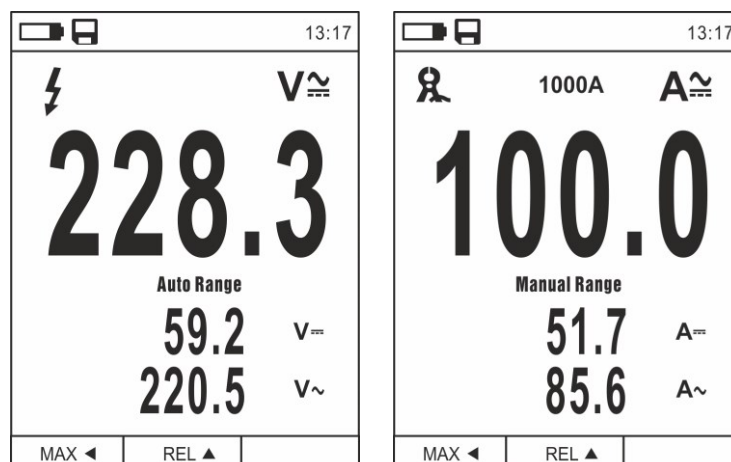

Abb. 6: Beschreibung der Messung von AC+DC Spannung und Strom
2. Drücken Sie die Taste **MODE** und wählen Sie "**V_{AC}**", "**A_{AC}**", "**mA_{AC}**" oder "**μA_{AC}**" aus (siehe Abb. 6).